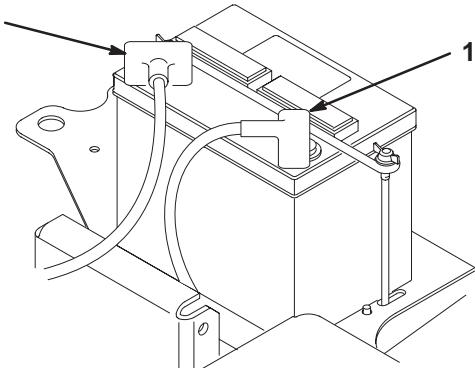

Bild 7
- Schließen Sie das positive Batteriekabel (rot) vom Startermagnet an den positiven Pol (+) der Batterie an (Bild 7). Ziehen Sie es mit einem Schlüssel an und überziehen Sie die Klemmen/Pole mit Vaseline. Achten Sie darauf, dass das Kabel nicht mit dem Sitz in Berührung kommt, wenn der Sitz ganz nach hinten gestellt ist, da das Kabel ansonsten abgenutzt oder beschädigt werden kann.